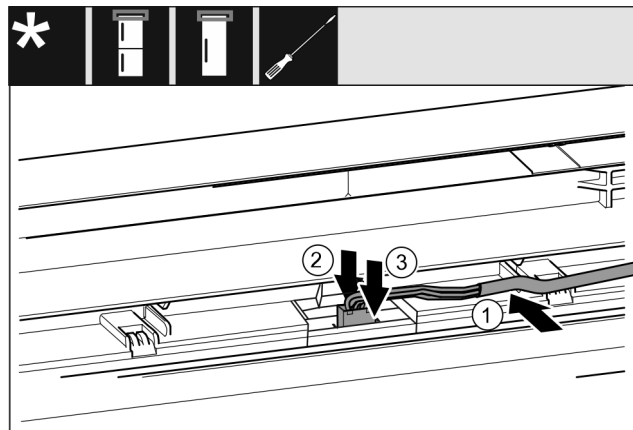

Fig. 32
- ▶ Grijs kabel in de geleiding in de bovenste deur plaatsen. Fig. 32 (1)
- ▶ Grendelnok naar achteren drukken Fig. 32 (2)
- ▶ Stekker vastklikken. Fig. 32 (3)